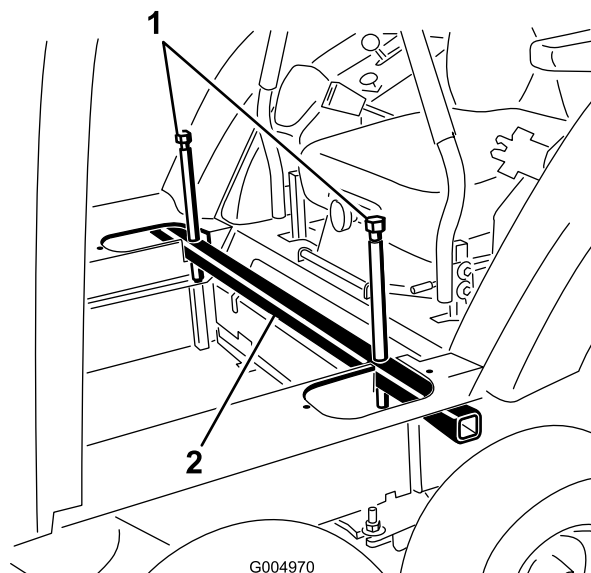

Figura 26
13. Afloje los pernos de elevación y retire el tubo de elevación de la cabina de los recortes del suelo de la cabina (Figura 26).